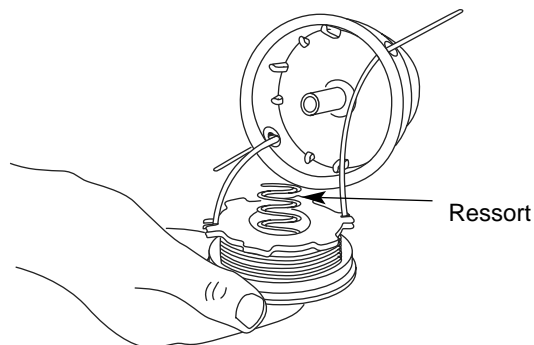

Fig. 20
13. Insérez les extrémités du fil dans les filets de la bobine extérieure et placez le moulinet et le ressort dans la bobine (Fig. 20). Enfoncez le moulinet et la bobine ensemble. Tout en tenant le moulinet et la bobine, saisissez les extrémités et tirez fermement pour dégager le fil des fentes de retenue de la bobine.
5. InsĚrez les extrĚmitĚs du fil dans les Ěllets de la bobine extĚrieure (Fig. 20).